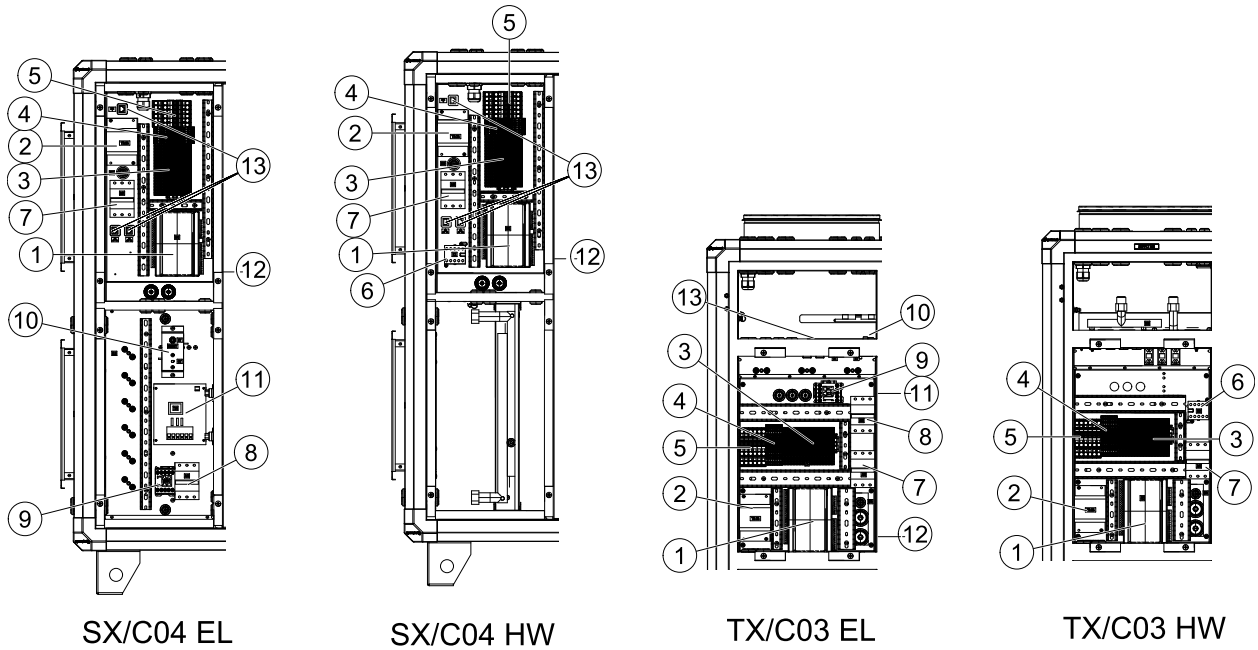

Рис. 2
Модуль коммутации с разъемом человеко-машинного интерфейса и 2 разъемами TCP/IP устанавливается в блоках рекуперации тепла. Подключение выполняется через разъем панели на установке кондиционирования воздуха (см. рисунок 2).
Нагревательные элементы в агрегатах со встроенным электрическим воздухонагревателем расположены за вентилятором приточного воздуха в направлении движения воздуха. Нагревательные элементы изготовлены из нержавеющей стали. Электронагреватель оборудован автоматической и ручной защитой от перегрева. Ручная защита от перегрева сбрасывается нажатием красной кнопки, расположенной в боковой части рамы электронагревателя (поз. 10 рисунок 2). Энергопотребление электронагревателя контролируется главным регулятором, который обеспечивает бесступенчатое управление нагревом с помощью семисторного преобразователя ТТС в соответствии с функцией, заданной на панели управления.
- Проверьте, исправны ли плавкие предохранители (рисунок 2)
- Убедитесь, срабатывает ли термостат защиты от перегрева. При необходимости нажмите красную кнопку на электронагревателе (рисунок 2).